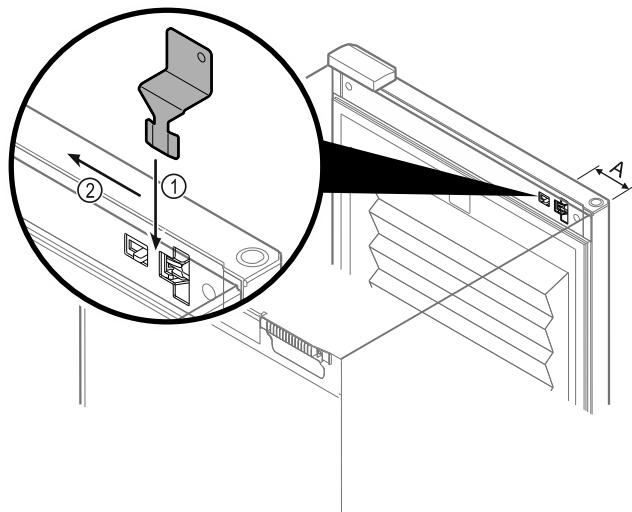

Fig. 136
- Coloque la llave de desbloqueo de emergencia en el lugar indicado Fig. 136 (A) ≈ 100 mm.
- Introduzca la llave de desbloqueo de emergencia Fig. 136 (1) entre la puerta y el cuerpo del electrodoméstico desde la parte superior hasta el tope.
- Tire de la llave de desbloqueo de emergencia hacia la bisagra. Fig. 136 (2)